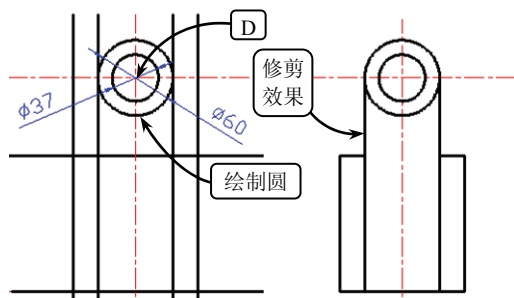

图 3-68 绘制圆并修剪轮廓线
⑯ 利用【圆】工具选取点 D 为圆心，绘制直径分别为 $\Phi 37$ 和 $\Phi 60$ 的两个圆。然后利用【修剪】工具修剪多余线段，效果如图 3-68 所示。